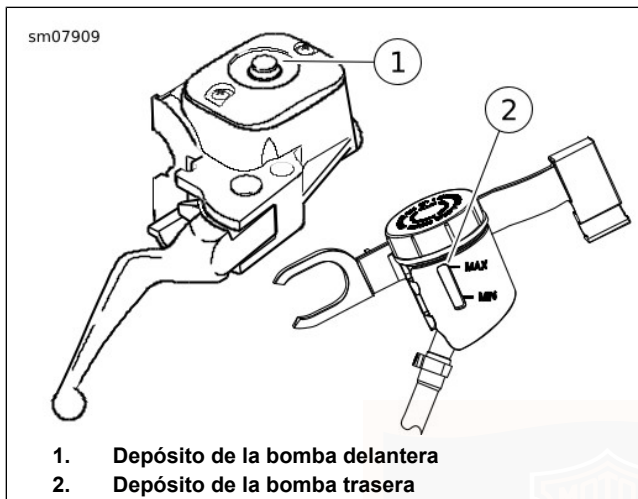
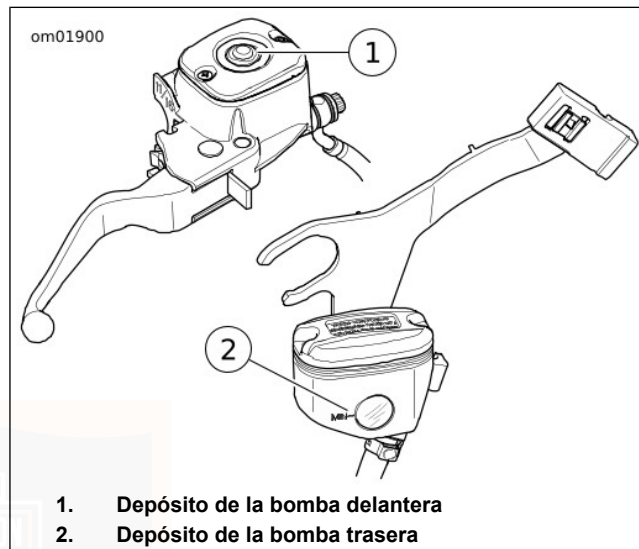

Figura 61. Mirilla del líquido de frenos (FLHTCUTG)
Figura 62. Mirilla del líquido de frenos (FLRT)
1. Vea Figura 61 y Figura 62. Verifique el nivel del líquido en el depósito de la bomba del freno. Coloque el vehículo en una superficie plana y nivelada. Gire el manillar para que la bomba quede nivelada.